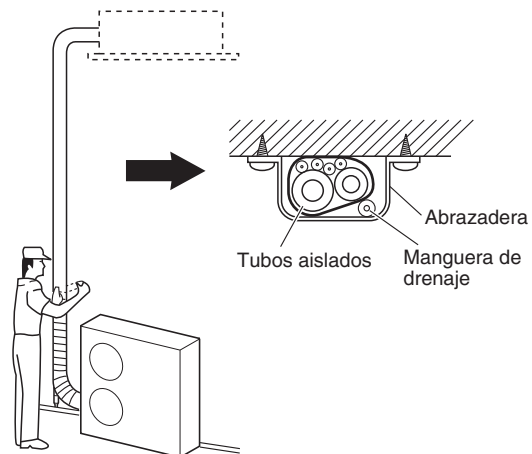

Fig. 5-9
- (1) En este momento, a los tubos de refrigerante (y al cableado eléctrico si lo permiten las regulaciones locales) se les debe colocar la cinta conjuntamente con cinta blindada en 1 grupo. Para evitar que rebose la condensación de humedad por la bandeja de drenaje, mantenga separada la manguera de drenaje de la tubería de refrigerante.
- (2) Envuelva la cinta blindada desde la parte inferior de la unidad exterior hasta la parte superior de la tubería por donde entra en la pared. A medida que envuelva la tubería, superponga la mitad de cinta a cada vuelta que dé.
- (3) Fije el grupo de tubos a la pared utilizando una abrazadera aproximadamente a cada metro. (Fig. 5-9)